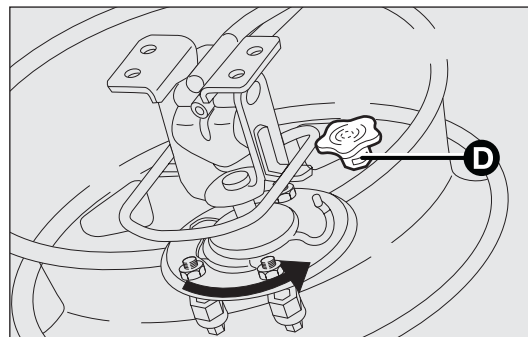

fig. 175
- haak het wiel aan de steun door het tot aan het einde van het sleufgat te draaien (zoals afgebeeld in fig. 175) en draai de knop D vast;